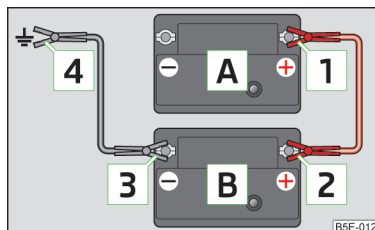

Fig. 149
- > Prindeți clema **1** la polul plus al bateriei descărcate **A** >> fig. 149.